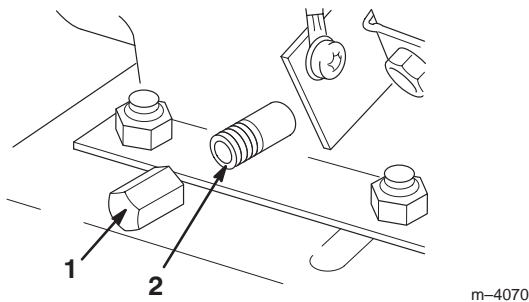

Bild 27
5. Reinigen Sie den Bereich um die Ölablassschraube (Bild 27).
- 6.** Schieben Sie eine Ölwanne unter den Ablassstutzen und entfernen die Ölablassschraube (Bild 27).